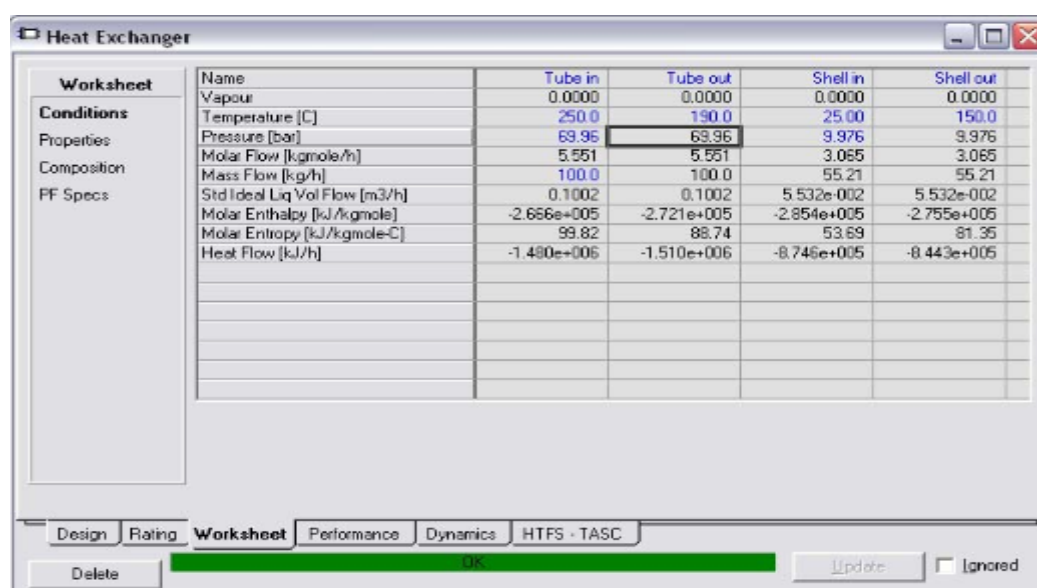

Fig.V.3
- Aller à l'onglet **Worksheet**. Dans la page **Conditions**, compléter les informations manquantes comme le montre la Figure V.3.